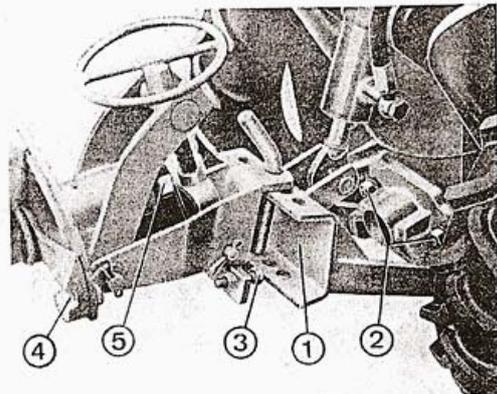

Fig. 3
- sortir l'axe qui maintient en place le vérin de relevage (1).
- dévisser les 2 boulons en T (2).
- extraire le cardan solidaire du porte-outil (3) de la fraise.
B. - MONTAGE DU PORTE-OUTIL POUR ATTELAGE CHARRUE, BISOC, BRABANT (fig. 3).
- fixer le porte-outil (1) sur le tracteur au moyen des 2 boulons en T (2).
- régler les vis de butées de bordayage (3) de façon que lorsqu'elles sont parallèles au porte-outil, il y ait un jeu entre leur tête et le fer en U du porte-outil de 5 mm.
C. - MONTAGE DE LA CHARRUE, DU BISOC OU DU BRABANT (fig. 3).
- arrêter cet axe au moyen de la bague et de son axe (5).
- vérifier que l'outil se trouve bien engagé dans les clichets (4) situés sur le porte-outil.